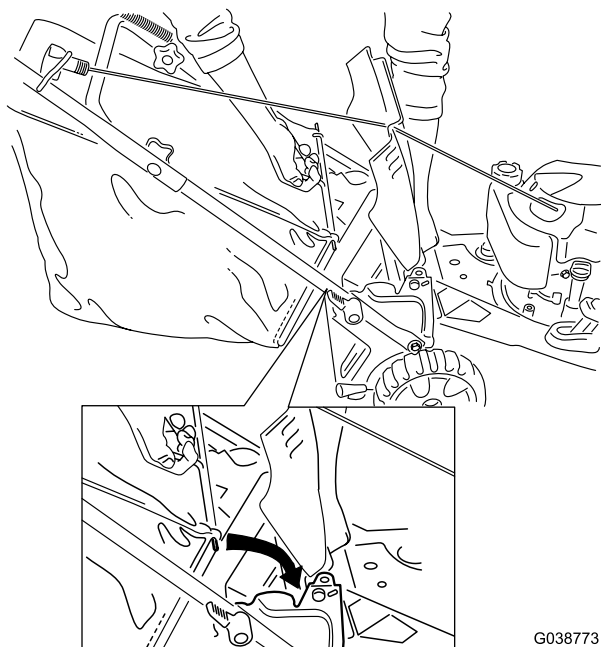

Figure 21
2. Soulevez et bloquez le déflecteur arrière, placez le bac dans les encoches et abaissez le déflecteur (Figure 21).